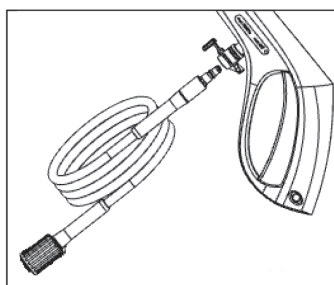

Рис. 4
3. Подсоедините шланг высокого давления к пистолету (рис. 4).